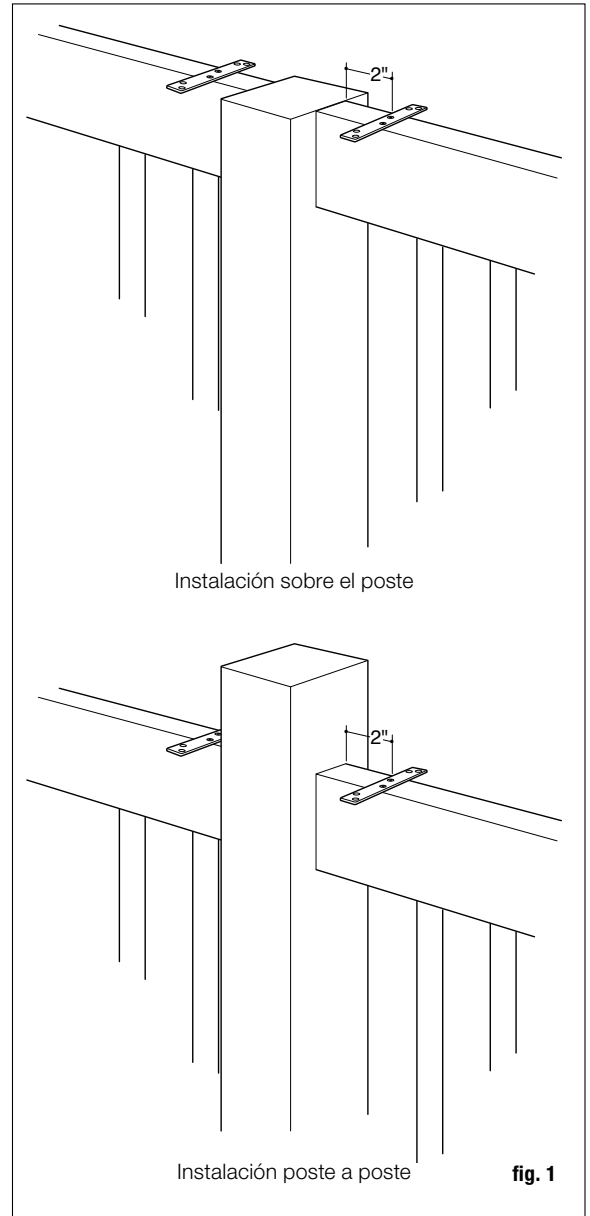

fig. 1
Paso 2 instale un soporte de montaje de la tabla de la terraza en cada extremo de la sección del barandal, a 5 cm (2 pulg.) del poste. Centre el soporte de montaje a lo largo de la parte superior del barandal con los agujeros centrales encastrados boca arriba (fig. 1, Instalación sobre el poste).
Paso 3 pretaladre a través de los dos agujeros centrales del soporte de montaje con una broca (0.3 cm o 1/8 pulg. en aluminio, 0.27 cm o 7/64 pulg. en madera o compuesto). Atornille los soportes de montaje a la parte superior del barandal utilizando (2) de los tornillos SS n.º 8 x 1.9 cm (3/4 pulg.). Nota: Si instala un pasamanos para terraza sobre un barandal ALX clásico o CXT clásico de Deckorators, rebaje el lado inferior del pasamanos para que pueda deslizarse sobre y alrededor del soporte del barandal y la cubierta del soporte. Rebaje el canal aproximadamente 9.5 cm (3 3/4 pulg.) de ancho x 1.7 cm (11/16 pulg.) de profundidad x 4.4 cm (1 3/4 pulg.) de largo.
Paso 2 instale un soporte de montaje de la tabla de la terraza a 5 cm (2 pulg.) del poste. Centre el soporte de montaje a lo largo de la parte superior del barandal con los agujeros centrales encastrados boca arriba (fig. 1, Instalación poste a poste).
Paso 3 pretaladre a través de los dos agujeros centrales del soporte de montaje con una broca (0.3 cm o 1/8 pulg. en aluminio, 0.27 cm o 7/64 pulg. en madera o compuesto). Atornille los soportes de montaje a la parte superior del barandal utilizando (2) de los tornillos SS n.º 8 x 1.9 cm (3/4 pulg.). Coloque los 4 soportes de montaje restantes en intervalos iguales a lo largo de la parte superior del barandal y repita el proceso.